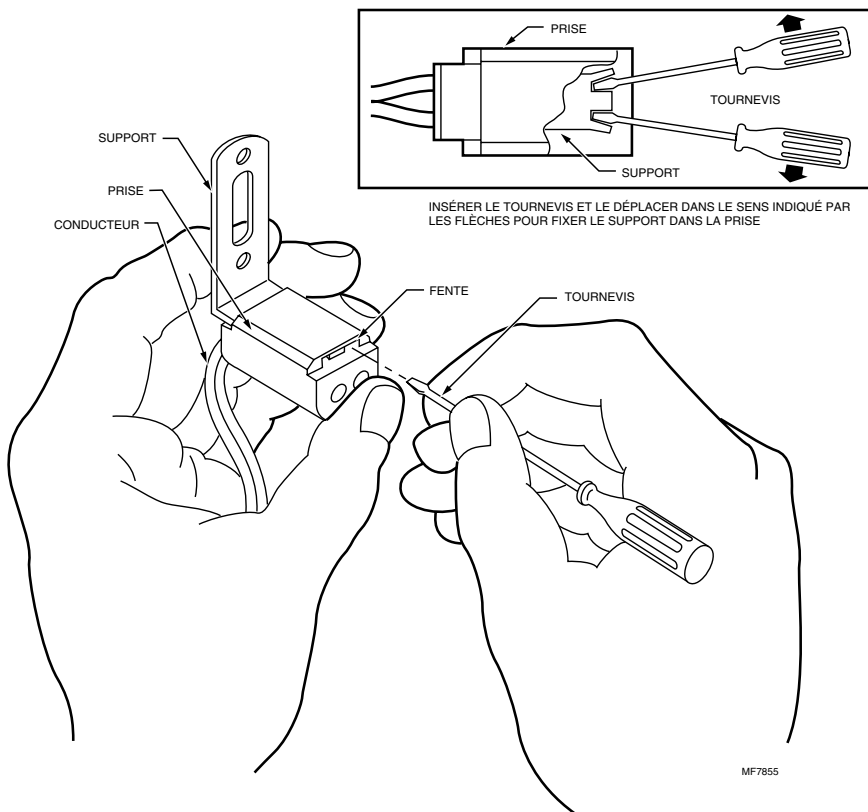

Fig. 4. Insérer le tournevis pour fixer le support dans la prise.
- 4 Tout en maintenant le support dans la fente, insérer le tournevis à l'autre bout de la fente (voir la Fig. 4). Fléchir le tournevis d'abord vers la gauche, puis vers la droite, afin de serrer l'extrémité du support de montage et le maintenir en place.